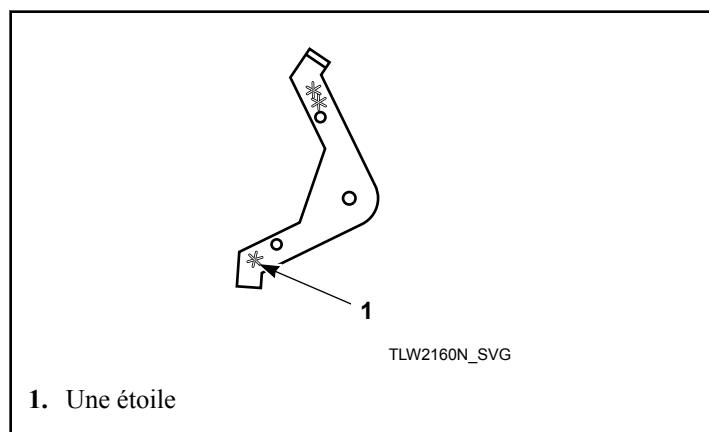

Figure 28
2. Installer le levier d'extension en plaçant la branche à une étoile vers le bas. Se reporter à la *Figure 28*.